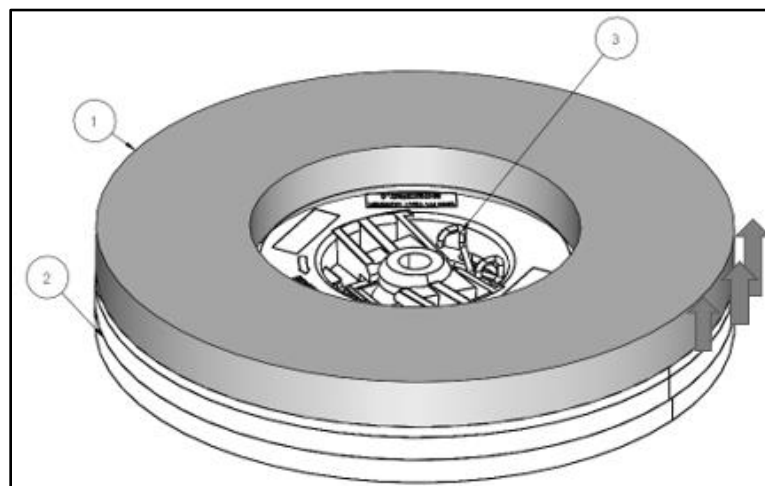

Fig. 1
2. Om een versleten pad (Fig. 1 - 1) te vervangen, maakt u het los van zijn padhouder (Fig. 1 - 2). Ontgrendel vervolgens de padvergrendeling (Fig. 1 - 3) om de pad volledig uit de padhouder te verwijderen.